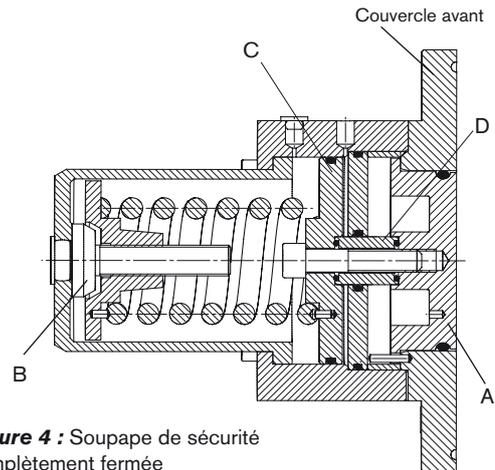

Figure 4 : Soupape de sécurité complètement fermée
Les figures 4 et 5 illustrent la soupape de sécurité à ressort taré avec levée de soupape pour NEP - à pression d'air. La tête de la soupape (A) est soumise à la pression du liquide dans le corps de pompe d'un côté et à la force du ressort de l'autre côté. Le ressort agit sur la tête de la soupape (A) par l'intermédiaire du piston (C) et de l'entretoise (D).
La figure 4 montre la soupape de sécurité complètement fermée. La tête de la soupape (A) est alignée avec la face avant du couvercle. La chambre d'ouverture pour NEP/SEP n'est pas sous pression d'air.